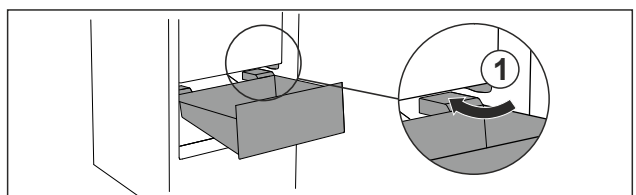

Fig. 102
- ▶ Poprowadzić szufladę ukośnie wokół stoperów Fig. 102 (1).